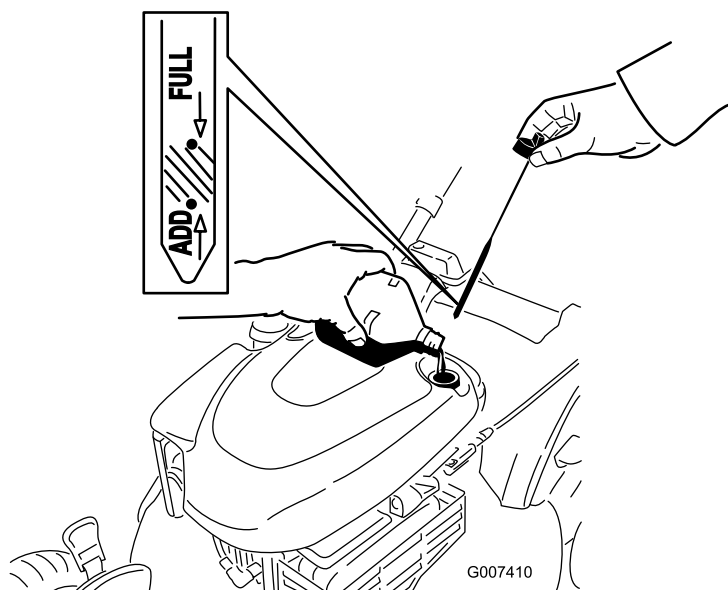

Figura 16
2. Togliete l'asta di livello (Figura 16).
5. Rimuovete l'asta di livello e controllate il livello dell'olio; fate riferimento a Figura 16.